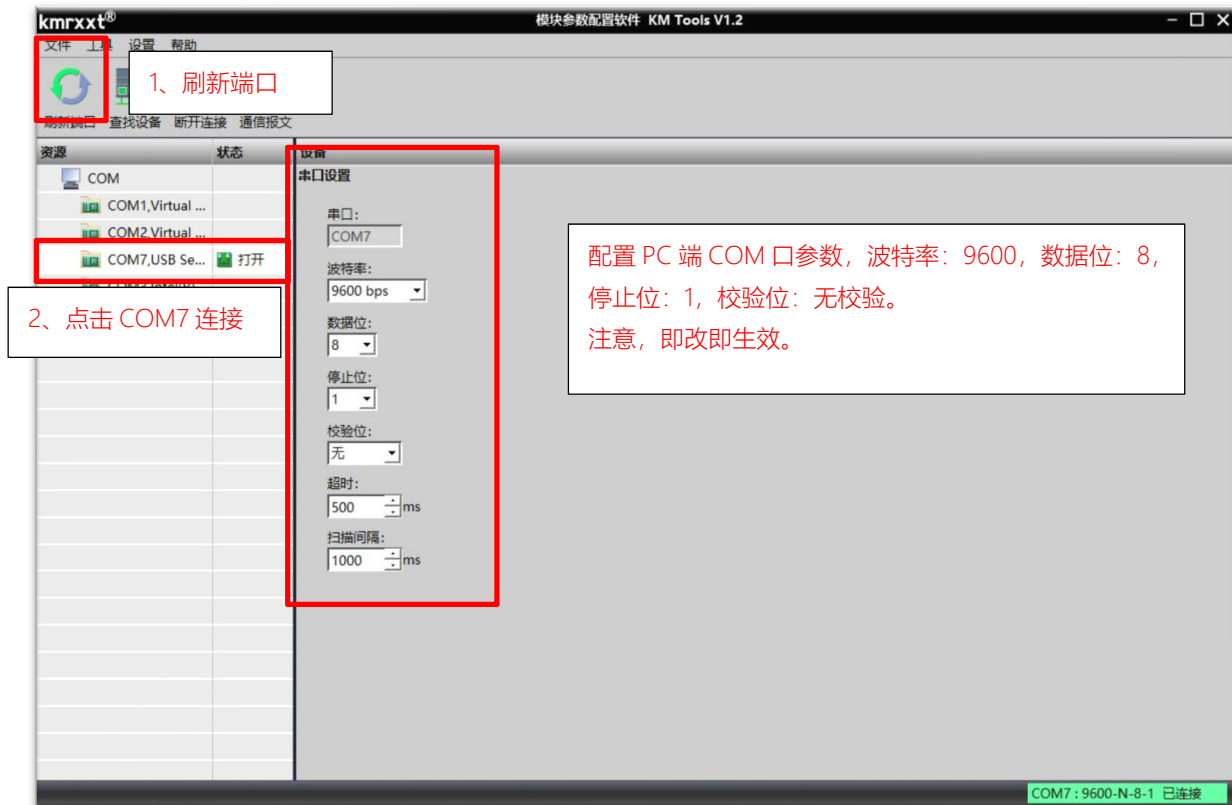

图 2
- 3、打开 KM Tools 软件, 点击 “刷新端口”刷新当前可用串口, 在“资源列表”中点击当前连接模块的串口 (本示例串口号为 COM7), 如图 2 所示;
- 4、配置 PC 端串口参数, SP-4017+设置模式下使用如下参数: 波特率: 9600, 数据位: 8, 停止位: 1, 校验位: 无校验, 如图 2 所示, 运行模式下 PC 端参数需与模块串口参数一致;